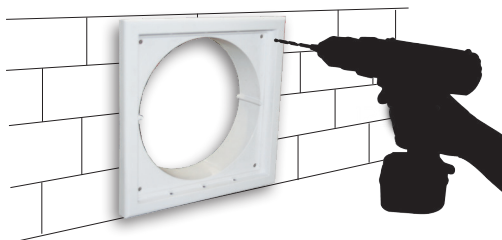

fig.2
4) Allineare la ghiera a muro con il condotto dell'aria (vedi fig.2) / 4) Align the ring to the wall with the air duct (see pic. 2)
pic.2 / fig. 2
Per comodità usare la parte posteriore della griglia. (vedi fig.2)